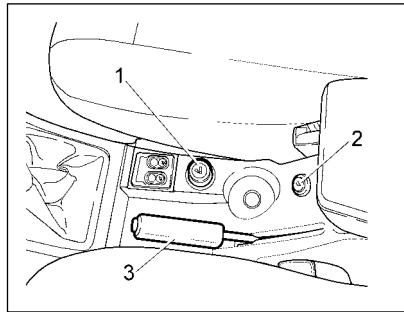
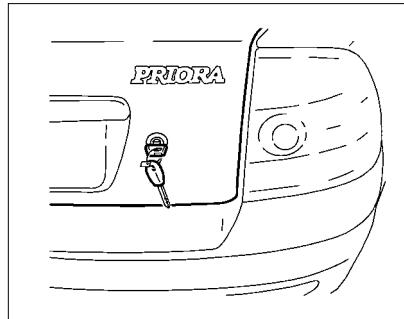

Рис. 25. Прикуриватель и выключатель привода замка багажника (двери задка)
Рис. 29. Открывание багажника
**Прикуриватель** 1 (рис. 25) работает при включенном зажигании. Для использования прикуривателя нажмите на кнопку подвижной части до ее фиксированного положения в патроне. Примерно через 20 секунд подвижная часть автоматическиозвращается в исходное положение и готова к применению по назначению.
**Выключатель привода замка багажника (двери задка)** 2 (рис. 25). Для отпирания замка нажмите на кнопку выключателя. После отпускания руки кнопка возвращается в исходное положение.
Замок крышки багажника открывается кнопкой  на пульте дистанционного управления или поворотом по часовой стрелке ключа в замке (рис. 29), или из салона **выключателем** 2 (см. рис. 25). При открывании крышки багажник освещается плафоном, если включены **габаритные огни**.
22 – прикуриватель (работает при включенном зажигании). Для пользования нажмите на рукоятку подвижной части до фиксированного положения. Примерно через 20–27 секунд подвижная часть автоматически возвращается в исходное положение, прикуриватель готов к применению (см. рис. 25).
нии). Для отпирания замка нажмите на кнопку (см. рис. 25).